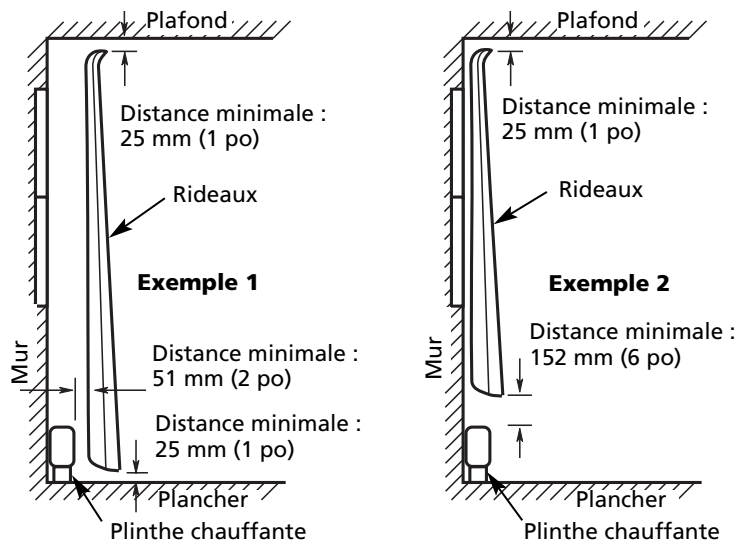

Figure 2 – Position des rideaux à proximité du radiateur
**⚠ ATTENTION** Certains tissus, pour la plupart synthétiques ou organiques, se décolorent avec le temps ou sous l'effet de la lumière indirecte du soleil ou encore de la température normale d'une pièce. Ils subiront une décoloration plus rapide si exposés à la lumière directe du soleil ou à des courants d'air chaud. Suspendre les draperies pour assurer un espace libre minimal de 51 mm (2 po) entre l'avant du radiateur et le replis le plus proche des draperies, comme dans l'exemple 1 de la figure 2, page 2, ou un espace libre de 152 mm (6 po) entre la partie supérieure du radiateur et la partie inférieure des draperies, comme dans l'exemple 2 de la figure 2. Laisser un dégagement minimal de 25 mm (1 po) entre les draperies et le plafond et à partir du dessus du couvre plancher pour permettre la circulation de l'air.